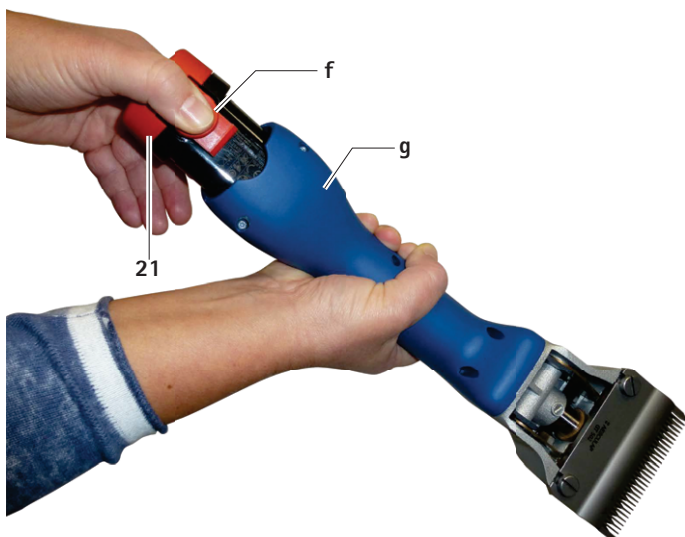

Fig. 1
- Hold den batteridrevne klippemaskine **g** med klippehovedet nedad, så Li-lon-batteriet **21** ikke falder af, hvis det løsnes, se Fig. 1.